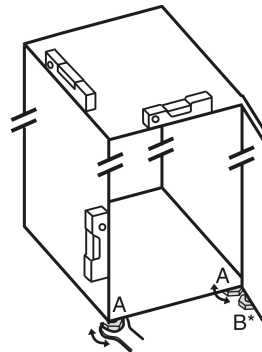

Fig. 34
- ▶ Dévisser les pieds réglables *Fig. 34 (A)* avec la clé plate fournie et utiliser un niveau à bulle pour vérifier que l'appareil est bien plan.
- ▶ Dévisser le pied réglable *Fig. 34 (B)* du support de palier avec la clé plate fournie jusqu'à ce qu'il touche le sol.
- ▶ Continuer de tourner le pied réglable *Fig. 34 (B)* de 90° maximum pour éviter d'endommager la porte.